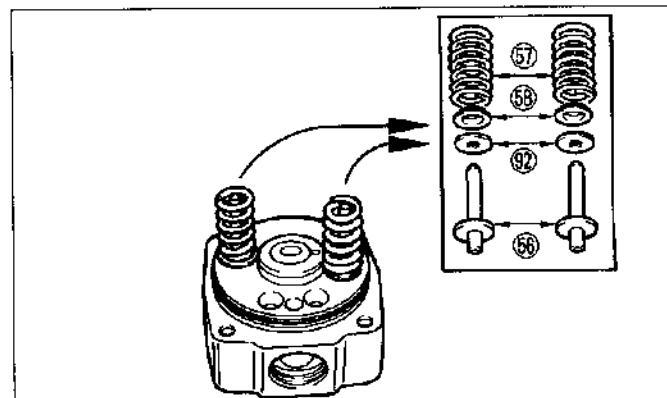

Figura.14-21 Montaje
(1) Inserte las guías del resorte del émbolo distribuidor ⑯ en la cabeza de distribución como se ilustra en la figura.14-21, y adapte entonces los asientos del resorte superior ⑮, resorte del émbolo distribuidor ⑯ y laminilla del resorte del émbolo distribuidor ⑪ en cada guía de resorte.